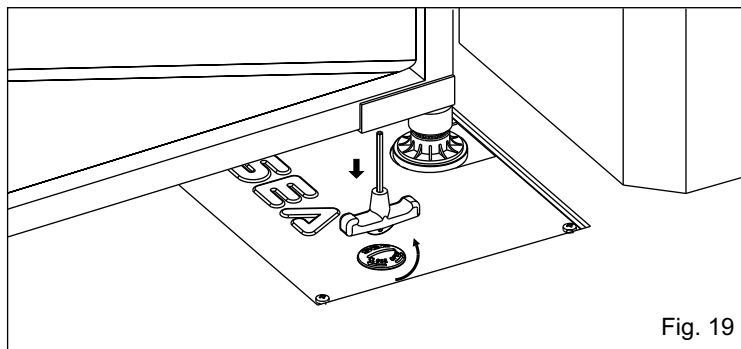

Fig. 19
- Utiliser le dos de la clef fournie pour ouvrir le bouchon du déverrouillage qui protège la poignée installée en avant (Fig. 19).